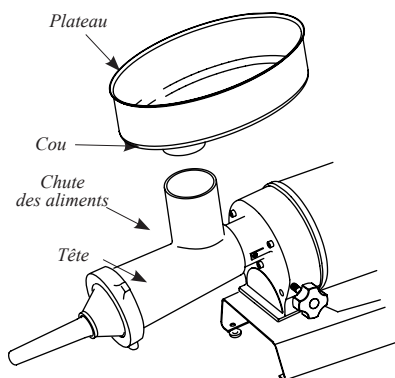

FIGURE 10
6. Insérer le col du plateau dans la chute d'aliments (**FIGURE 10**).
7. **NE JAMAIS** utiliser le hachoir sans le plateau bien fixé (**FIGURE 10**).